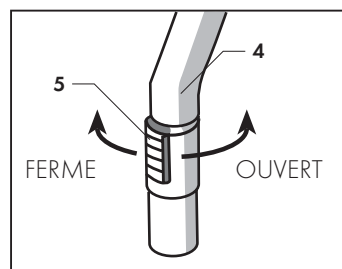

Fig. 9
Cet accessoire monte une couronne de réglage du débit (5) permettant de régler la force d'aspiration (Fig. 9).